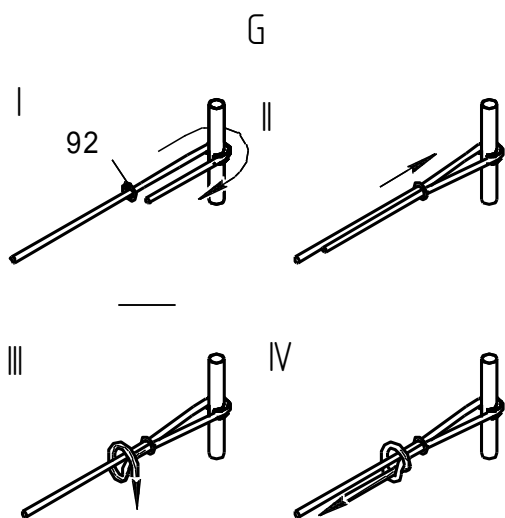

Рис.3
G. Закрепить горизонтальные плети сетки лаза (рис.3).